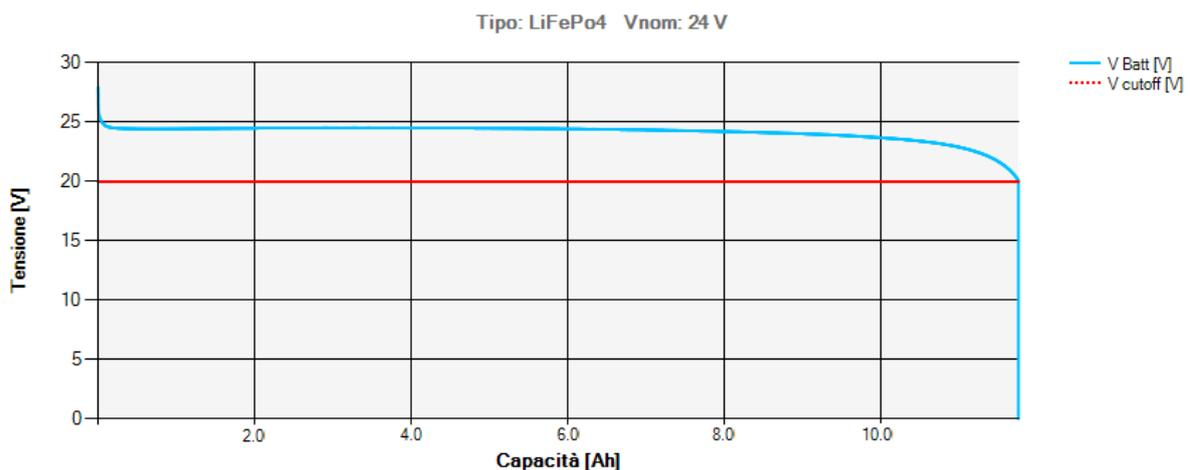

Fig.11– Grafico della curva di scarica Tensione-Capacità
- **Tensione/Capacità.** E' la rappresentazione grafica più importante per la caratterizzazione di una batteria (Fig.11). In particolare, il grafico rappresenta la curva caratteristica di scarica della batteria (blu) e il valore costante del limite di cut-off (rosso). Da questo grafico si possono ricavare informazioni fondamentali come l'andamento della curva di scarica, il range dei valori di tensione, la capacità e l'energia totale della batteria correlate al valore della corrente di test, alle condizioni ambientali in cui il test si svolge e allo stato di degradazione della batteria.